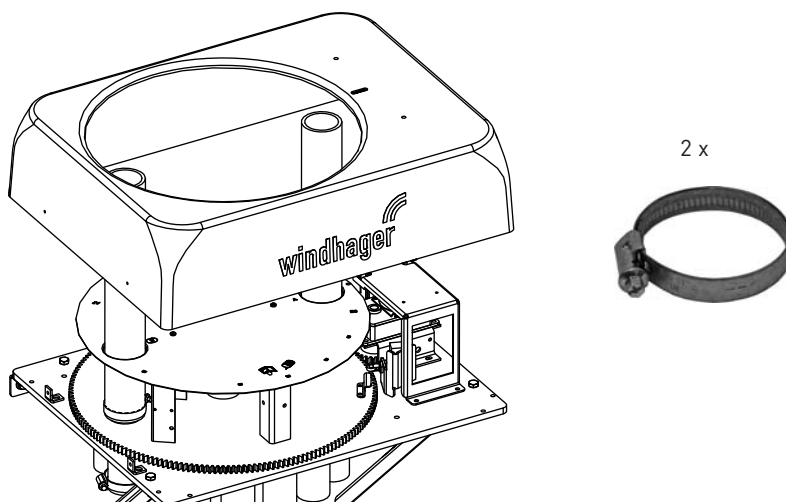

Fig. 22 Connessione del tubo di mandata e ritorno aria.
- 2.) Far passare il tubo di mandata e ritorno (A, B) attraverso il cappuccio di copertura, collegare il tubo di alimentazione alla connessione A e il tubo di ritorno alla connessione B sull'unità di commutazione, e fissarlo con una clip (vedere anche le istruzioni di installazione per la turbina di aspirazione)– Fig. 22.